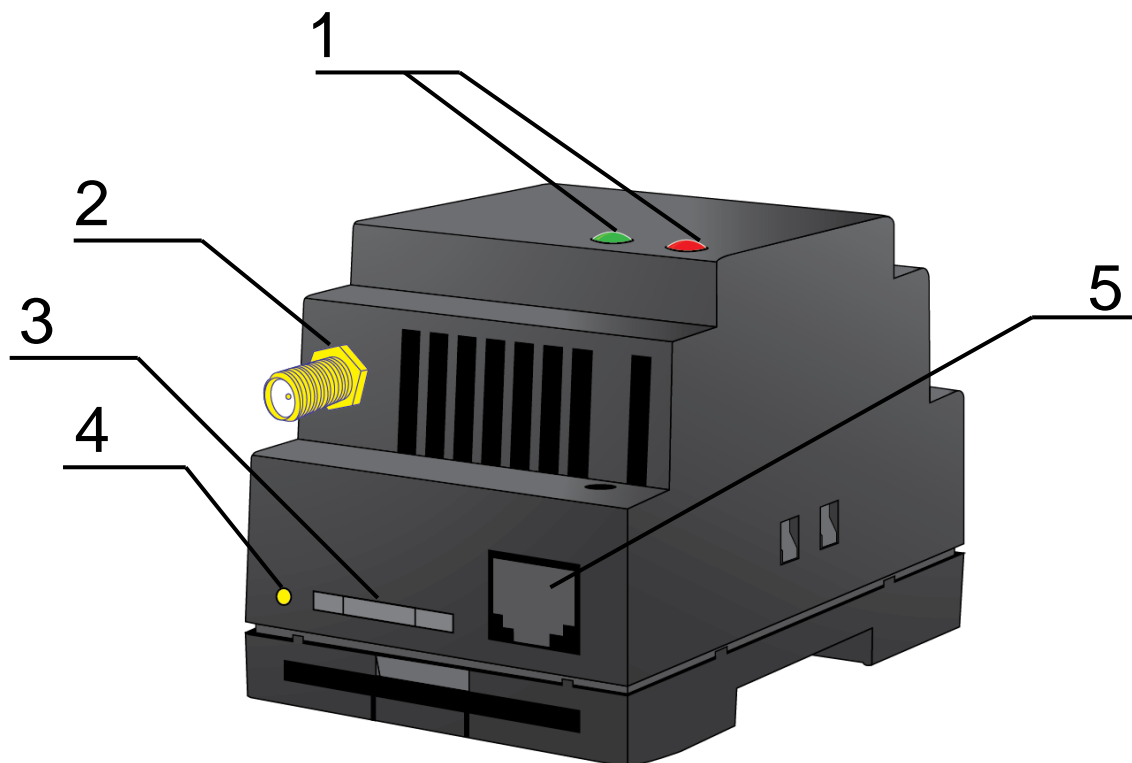
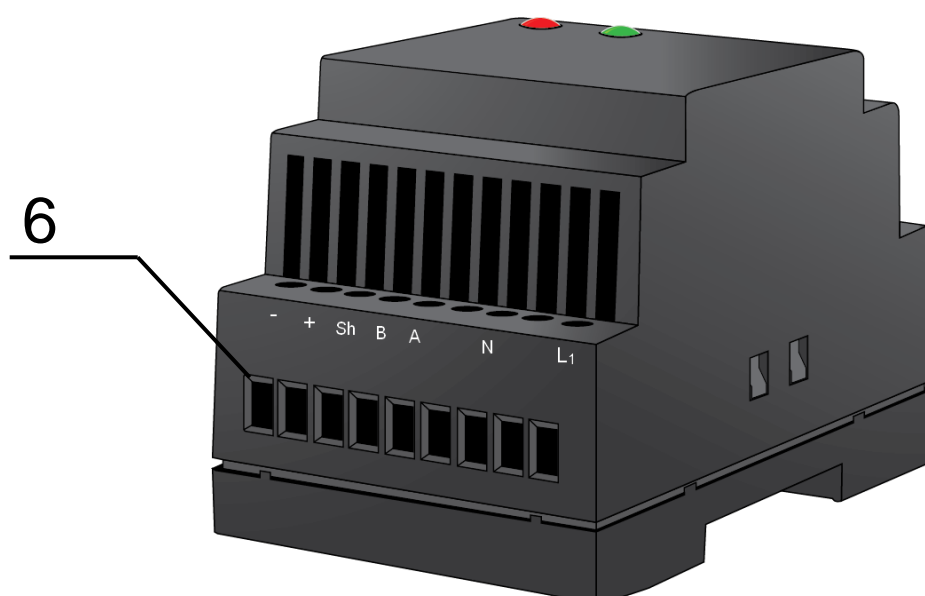

Рис. 2.1. Модем iRZ TG43-485 – вид спереди
Рис. 2.2. Модем iRZ TG43-485 – вид сзади
Модем iRZ TG43-485 представляет собой компактное устройство, выполненное в пластмассовом корпусе. Внешний вид представлен на Рис. 2.1 и Рис. 2.2:
- достать SIM-лоток, нажав на кнопку извлечения SIM-лотка (см. Рис. 2.1);
Подключить GSM-антенну и коммутирующий кабель (RS485). Подать питание на модем через разъём питания или через разрывной коннектор (см. Рис. 2.2). После подачи питания произойдет запуск модема, о чем сигнализирует зеленый индикатор частым миганием (см. Таблица 2.3). При снятом PIN-коде SIM-карты автоматически происходит регистрация в сети. После завершения регистрации модем переходит в рабочий режим, зеленый индикатор мигает реже.